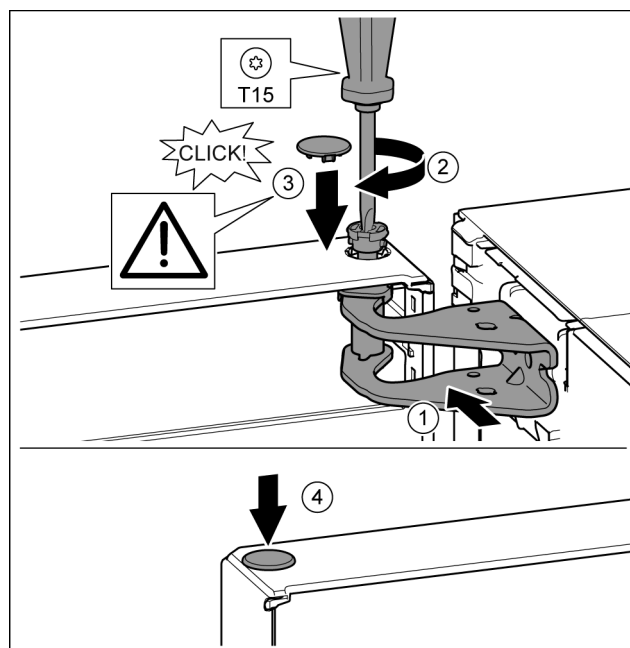

Fig. 20
- ▶ 将门的上方对准托架中的开口。Fig. 20 (1)
- ▶ 放入螺栓并用 T15 螺丝刀拧紧。Fig. 20 (2)
- ▶ 安装冰箱门安全装置的安全盖：放入安全盖并检查其是否在门上。此外将螺栓完全插入。Fig. 20 (3)
- ▶ 放上堵头。Fig. 20 (4)